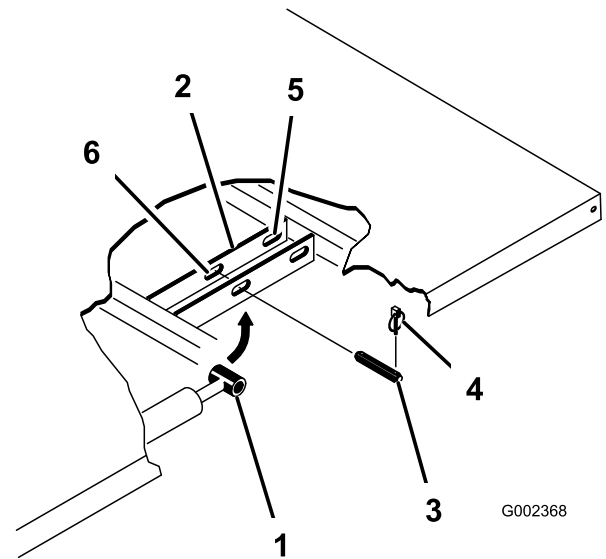

Bild 11
2. Nehmen Sie die Klappstecker von den äußeren Enden der Lastösenbolzen der Zylinderstange (Bild 11) ab.